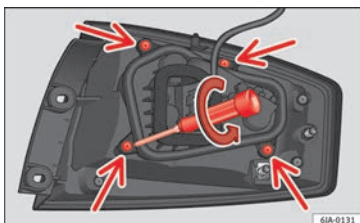

Fig. 100 Vis de fixation au dos de l'unité des feux arrière.
- Dévissez les quatre vis de fixation du support d'ampoule dans le sens contraire des aiguilles d'une montre avec le tournevis fourni ou une clé Torx 20 (T20) » **fig. 100**. Veillez à ne pas perdre les vis de fixation du support d'ampoule.